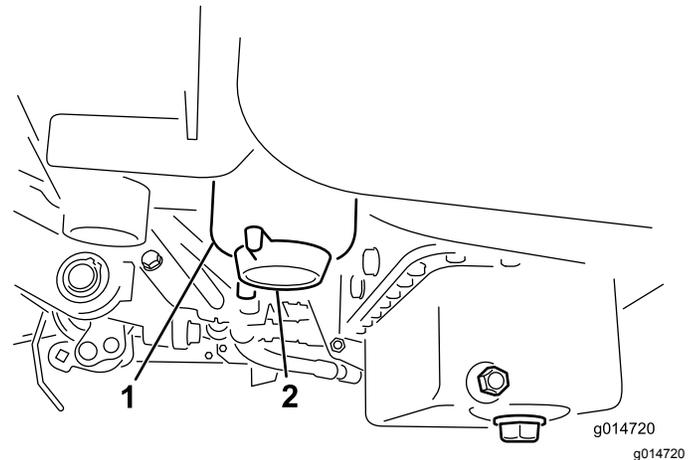

Bild 32
3. Öffnen Sie den Ablassschraube am Kraftstofffilter um ungefähr eine Umdrehung und lassen angesammeltes Wasser ablaufen (Bild 32).